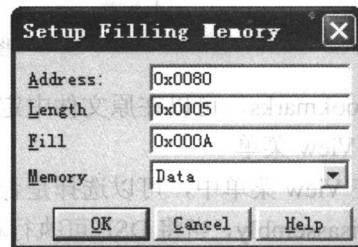

图 1.10 存储块填充对话框
- Memory→Fill，将一段存储块全部填入一固定的值。单击此命令，将打开如图 1.10 所示的对话框。对话框所示为从 0x0080 开始的长度为 5 的数据段存储器中的值全部改为 0x000A。